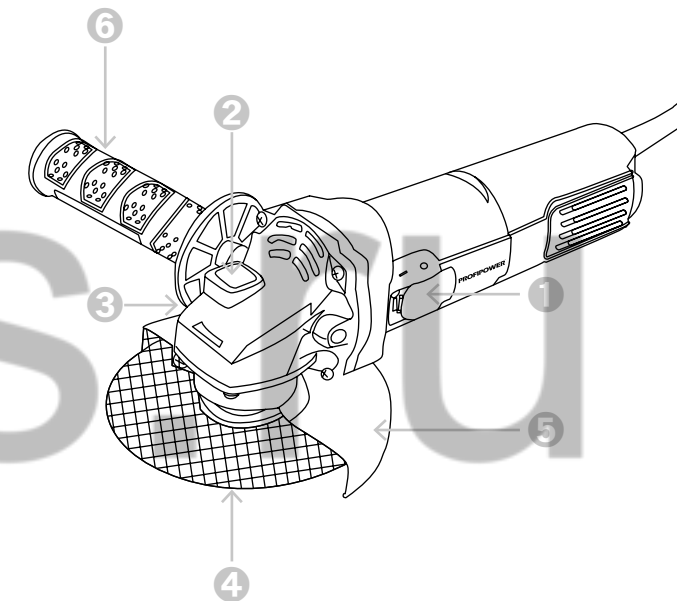

Рисунок 1.1. Устройство инструмента
- 5 Заблокируйте шпиндель, нажав кнопку «2» (рисунок 1.1.), и крепко затяните наружный прижимной фланец ключом.
- 6 Для снятия оснастки нажмите кнопку блокировки «2» (рисунок 1.1.) и прилагаемым ключом открутите фланец.
ЗАПРЕЩЕНО! Не включайте блокировку «2» (рисунок 1.1) при вращающемся шпинделе. Это может привести к повреждению инструмента. Нажмите на кнопку блокировки для предотвращения вращения шпинделя при установке или снятии оснастки.
Включайте инструмент только тогда, когда собираетесь работать с ним. Проверяйте перед установкой аккумуляторного блока исправность выключателя «1» (рисунок 1.1), чтобы он возвращался в положение "ВЫКЛ." При нажатии на его заднюю часть. Выключатель можно заблокировать в положении "ВКЛ" для удобства оператора при продолжительном использовании. Для включения инструмента переместите выключатель «1» (рисунок 1.1) вперед нажав на его заднюю часть. При продолжительном использовании нажмите на переднюю часть выключателя для его блокировки в нужном положении. Для выключения инструмента нажмите на заднюю часть выключателя, после чего передвиньте его назад.